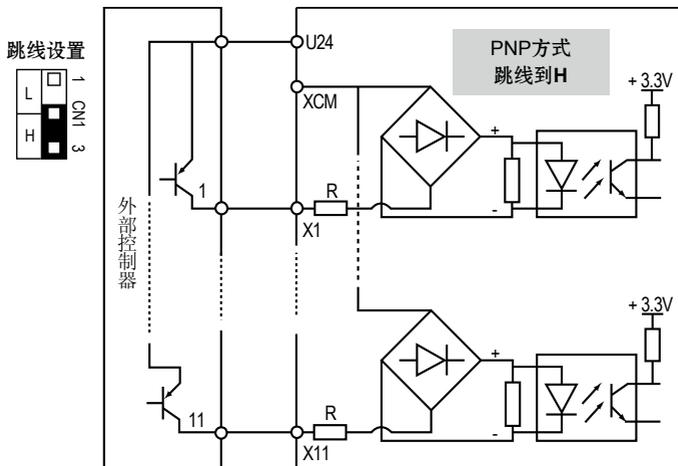

图 4-28 接口板使用内部 24V 电源时 PNP 型信号（漏极）输入接线示意图
2. CN1 跳线到 H 时，外部控制器为 PNP 型的共发射极输出的连接方式，如图 4-28 所示。